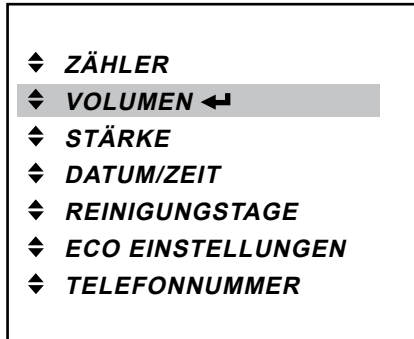

Abb. 34
1. Drücken Sie die Entertaste ◀, um das Menü «VOLUMEN» aufzurufen. (Abb. 34)